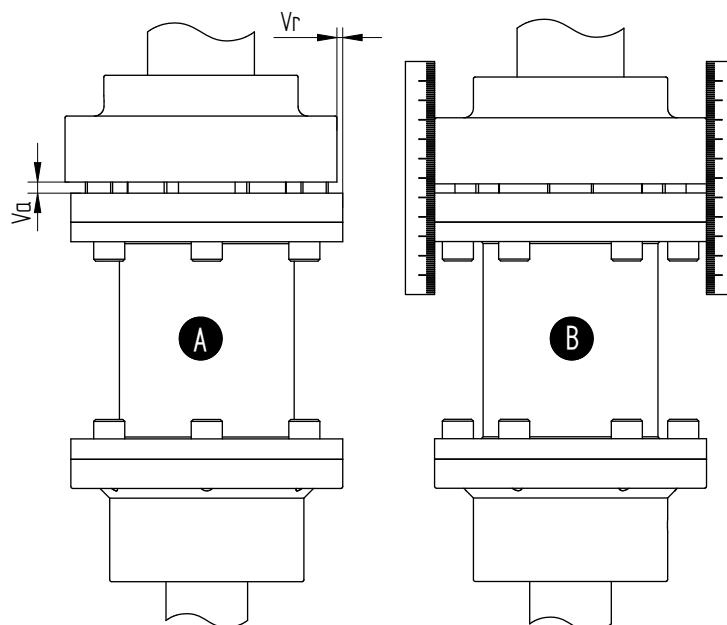

Figure 2: Alignement de l'accouplement.
- 7 Faites glisser le demi-accouplement supérieur vers le bas. Pour la distance exacte entre les demi-accouplements, voir figure 2 et le tableau correspondant. Bloquez ensuite le demi-accouplement sur l'arbre du moteur.